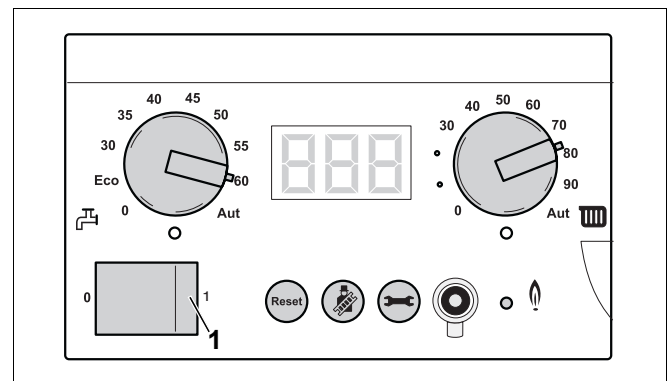

Fig. 98 Controler de bază BC10
- Opriți instalația de încălzire cu comutatorul de funcționare al lui BC10 (Fig. 98, **Poz. 1**). Prin aceasta arzătorul este deconectat în mod automat.
- Opriți instalația de încălzire cu comutatorul de funcționare al controlerului de bază BC10 (Fig. 98).